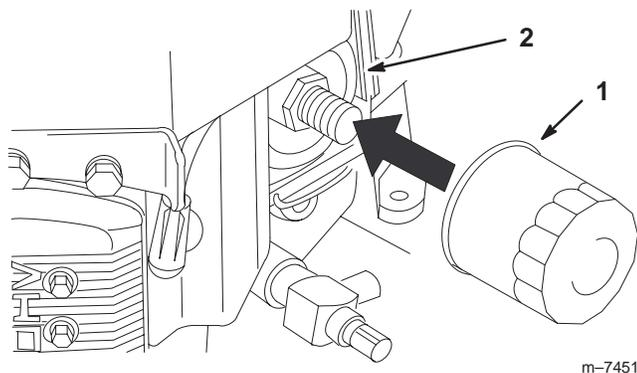

Bild 38
2. Entfernen Sie den alten Motorölfilter (Bild 38).
3. Ölen Sie die Gummidichtung am Austauschfilter (Bild 38) leicht mit Frischöl ein.
4. Montieren Sie den Ersatzölfilter am Filterstutzen. Drehen Sie den Ölfilter nach rechts, bis die Gummidichtung den Filterstutzen berührt. Ziehen Sie den Filter dann um eine weitere 3/4 Drehung fest (Bild 38).